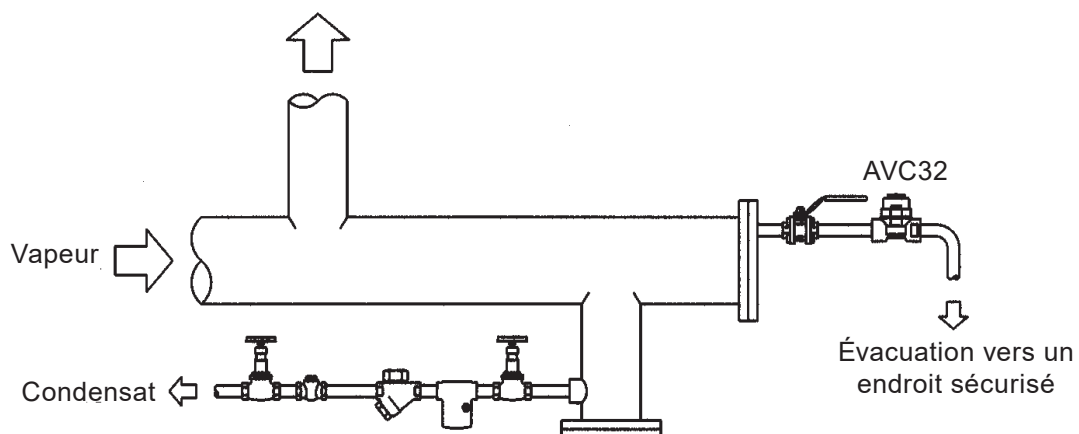

Fig. 2 - Bout de ligne d'une distribution principale
- 3.4** L'AVC32 doit être installé avec la capsule dans un plan horizontal et le chapeau à la partie supérieure. Il doit être positionné en point haut d'une ligne vapeur ou sur un réservoir de collecte d'air. L'évacuation doit s'effectuer vers un endroit sécurisé (voir figures 2 et 3).